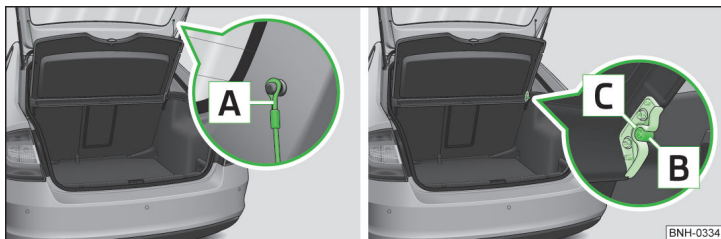

Fig. 76 Fixarea capotei portbagajului
» Desfaceți benzile de susținere **A** » fig. 76 de la capota portbagajului.
- » Poziționați elementele de prindere ale capacului **C** » fig. 76 peste bolțurile **B** pe capitonajul lateral.
- Elementele de prindere ale capacului **C** » fig. 76 trebuie să fie fixate în bolțurile capitonajului lateral **B**.
- Dacă benzile de susținere **A** » fig. 76 sunt agățate de capota portbagajului, atunci la deschiderea capotei portbagajului se ridică și masca portbagajului.